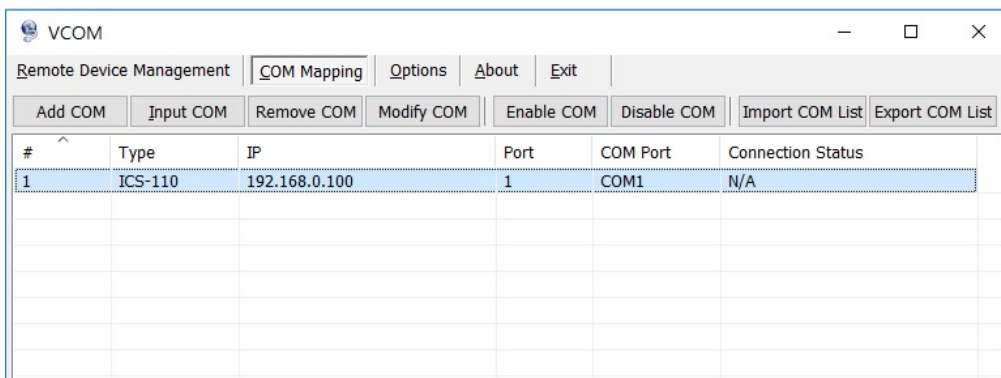

Figura 5-3-3:Puertos COM virtuales
3. Los puertos COM virtuales se generan como se muestra en Figura 5-3-3.